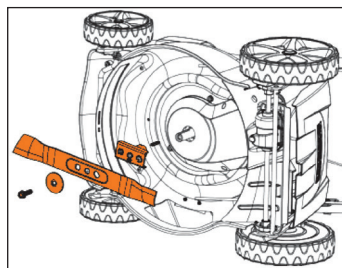

Рис. 11
- Для замены ножа (Рис. 11) газонокосилки положите ее набок.